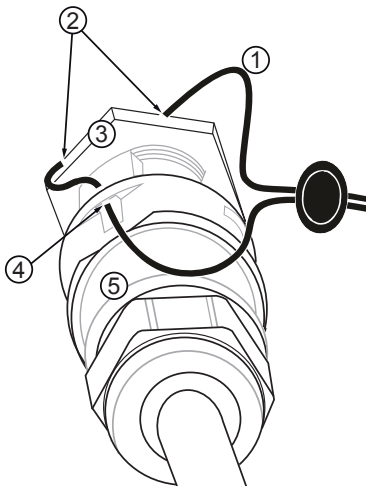

Abb. 11: AC-Anschluss mit Plombierdraht verplomben
4. Bei Bedarf AC-Anschluss verplomben. Dazu gemäß Abb. 11 den Plombierdraht ① durch die Gegenmutter ③ der AC-Buchse am Wechselrichter und durch die Öffnung ④ im Gegenstecker ⑤ führen (Gegenmutter ist mit Bohrung ② versehen).